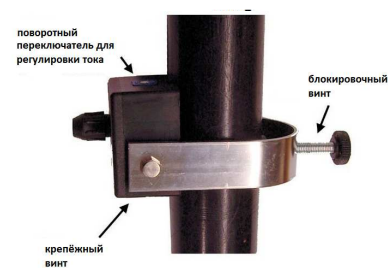

рис. 6
- 1) Установка типа LK или типа SK (рис. 6)
Для датчиков типа LK и LE ток срабатывания датчика должен быть выбран в корпусе датчика. Один из семи токов может быть выбран с помощью поворотного переключателя. Поворотным переключателем можно управлять с помощью отвертки. (Рисунок 6 и 7).